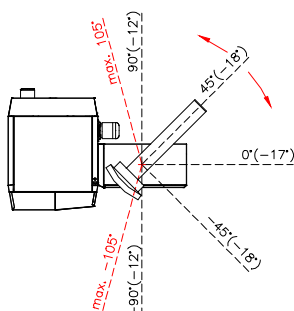
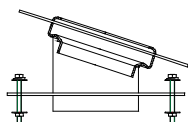

Abb.2
Abb.3
2. Beachten Sie, dass die Austragschnecke rechts am Kessel montiert ist und nur, wie in Abb.2 ersichtlich, um ca. 90° nach vor oder zurück geschwenkt werden kann.
3. Der Lagerraum sollte nur unwesentlich tiefer als der Heizraum angeordnet sein. Die maximal möglichen Neigungen der Austragschnecke sind in den Klammer-werten in Abb.2 ersichtlich. Mit der optional erhältlichen Fallschachtverlängerung, siehe Abb.3, können bis zu 18° Neigung erreicht werden.